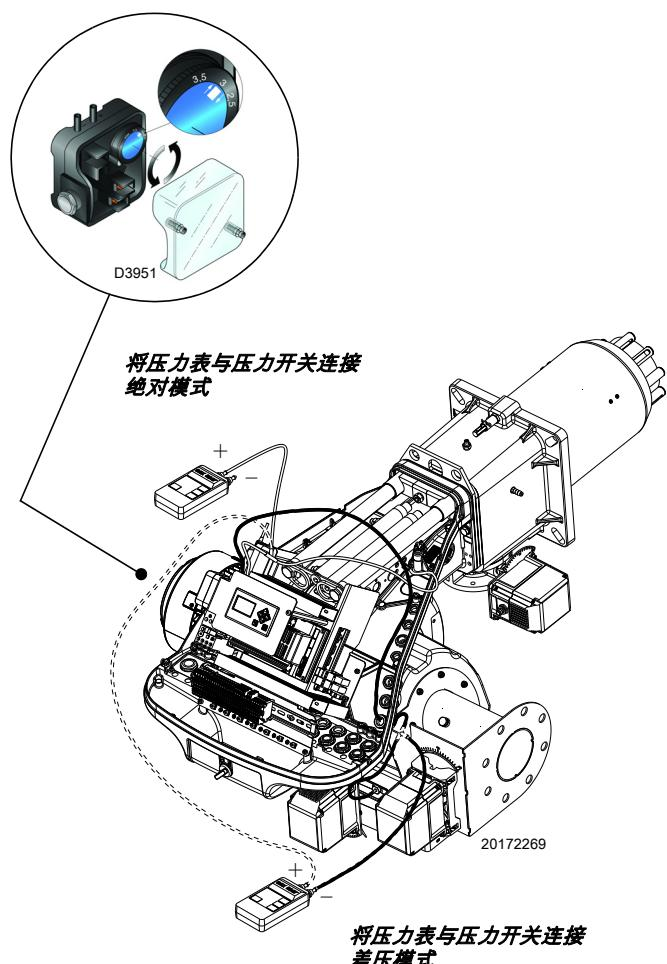

图 30
- ▶ 设定风压开关（图 30 页 27）至量程的起始位置。
燃烧器各部分调节时，风压开关置于量程开始位置，上述所有调整结束后，再设定风压开关（图 30）。
压力计的连接如图 30 所示。
在强负压的某些应用中，压力开关的这种连接导致压力开关不能转换，在这种情况下，需以差压模式连接压力开关，在风压开关和风机进气口间增加第二管路，如图 30 所示。